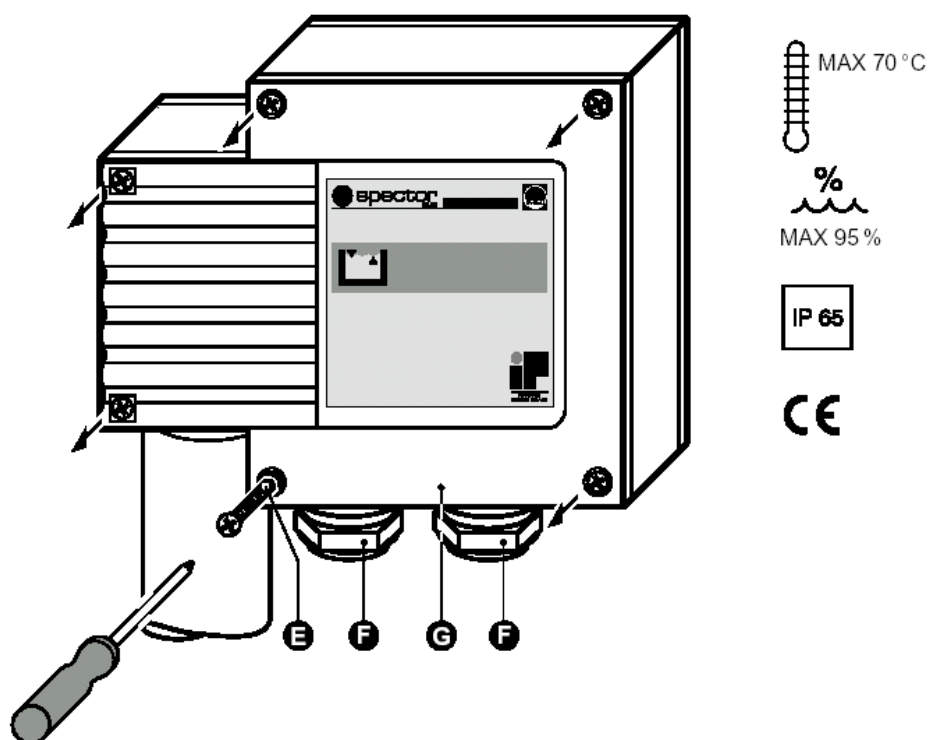

Fig.4
1. odkręć wkręty E, zdejmij pokrywę obudowy G terminala elektrody (Fig.4)